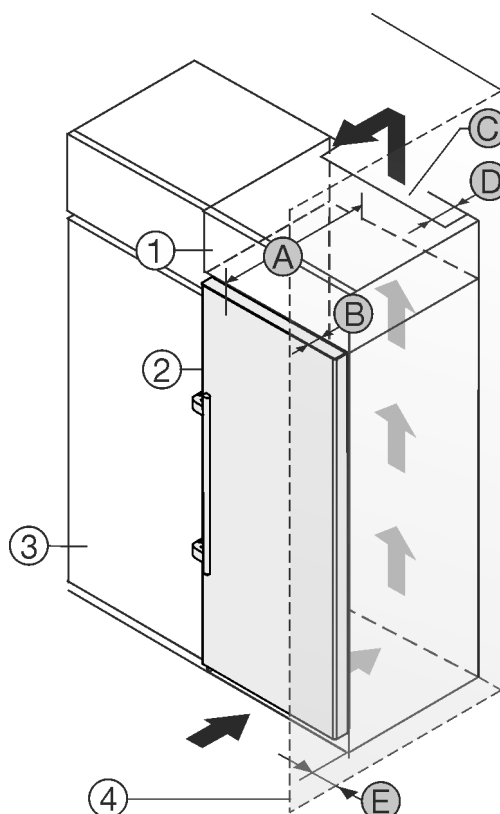

Fig. 2
在附加柜背面必须有一个竖风道，其深度 Fig. 2 (D) 应超过整个附加柜宽度。*
盖板下必须保有通风横截面 Fig. 2 (C)。*
为了能完全打开门，冰箱必须凸出橱柜正面一定门深度 Fig. 2 (B)。根据餐具柜 Fig. 2 (3) 的深度，使用壁距调整垫片可以使冰箱更为凸出。*